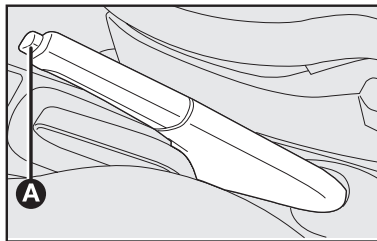

fig. 1
FRENO DE MANO - fig. 1
- 1) Levantar levemente la palanca y apretar el botón de liberación **A-fig. 1**.
- 2) Mantener apretado el botón y bajar la palanca. La luz indicadora (I) se apaga.